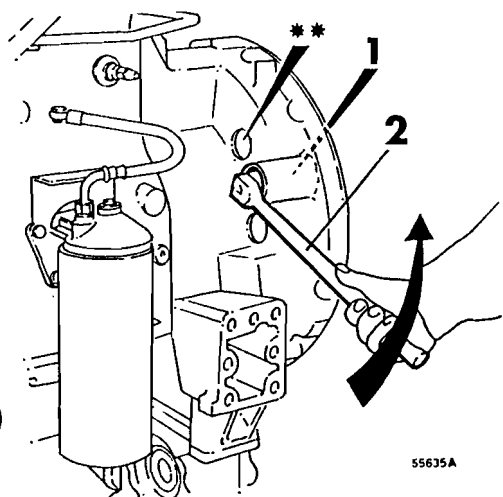

Fig. 226
- 1 Girar el cigüeñal hasta que las rayas de marca de la bomba de inyección se hallen enfrentadas al mismo tiempo que las marcas del volante indiquen el punto de inyección que corresponde a la máquina, véanse las figs. 226 y 227.
- 1 Girar el cigüeñal de manera que las marcas de la bomba de inyección coincidan entre sí al mismo tiempo que las marcas del volante indican el punto de inyección que corresponde a la máquina, véanse figs. 226 y 227.